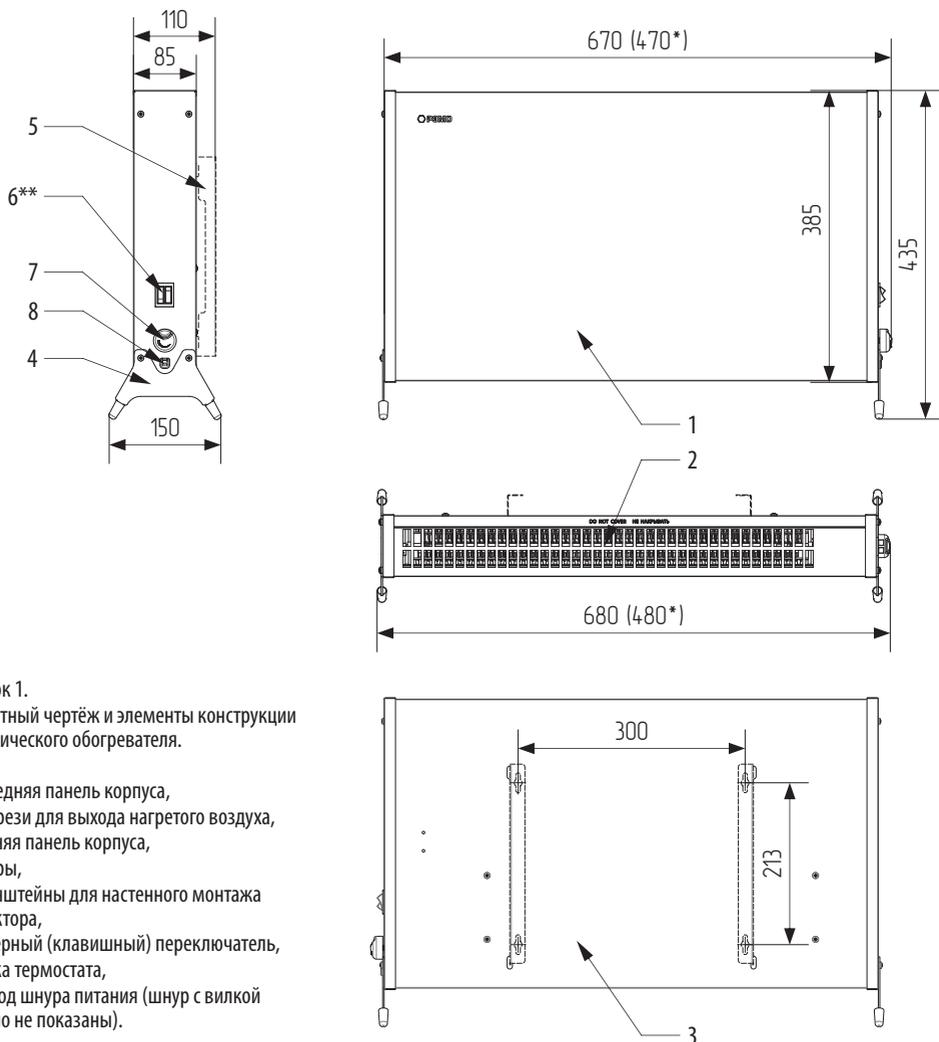

Рисунок 1.
5.1. Конвектор (см. рис. 1) представляет собой металлический корпус, состоящий из передней панели (1) и задней панели (3), внутри которого на шасси расположен электронагревательный элемент (на чертеже не показан). На корпус могут быть установлены настенные кронштейны (5) или опоры (4). На боковой поверхности корпуса расположены рокерные переключатели (клавишные выключатели) с подсветкой (6) и ручка термостата (7).
6.3. Для настенного монтажа конвектора следует помощью уровня и рулетки (линейки) разметить на стене отверстия. Межцентровое расстояние посадочных отверстий указано на чертеже (см. рис.1).